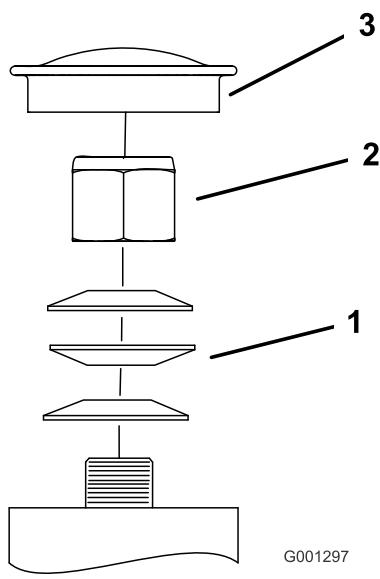

Figure 65
- Retirez le capuchon antipoussière de la roue pivotante et serrez le contre-écrou (Figure 65).
- Continuez de le serrer jusqu'à ce que les rondelles élastiques soient aplaties, puis desserrez-le de $\frac{1}{4}$ de tour pour obtenir la précharge correcte des roulements (Figure 65).
- Important:** Veillez à placer les rondelles élastiques comme montré à la Figure 65.
- Remettez le capuchon antipoussière en place (Figure 65).